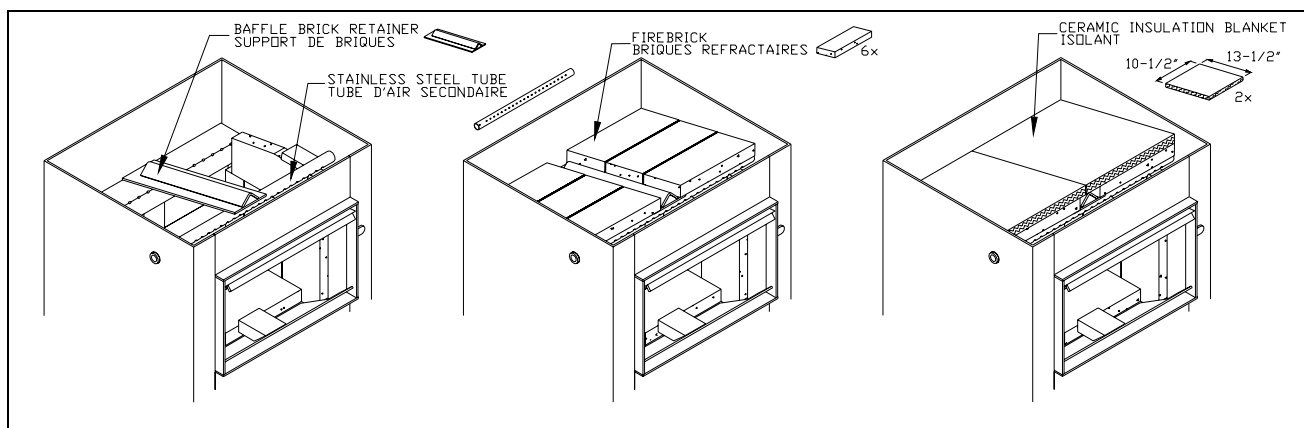

FIGURE 2
1. Mettez le premier morceau d'isolant en céramique à l'intérieur de la chambre de combustion et placez un de ses côtés sur le support de briques du coupe-feu de façon à ce que la longueur de 338 mm (13.5") aille de l'arrière à l'avant du poêle et que la largeur de 267 mm (10.5") aille d'un côté du poêle au milieu du poêle tel qu'illustré par la figure 2. La couverture en céramique devrait recouvrir le tube d'air secondaire, un des côtés du support de briques et le côté des briques réfractaires. Le deuxième morceau d'isolant doit être placé de l'autre côté du support de briques du coupe-feu, par-dessus le tube d'air secondaire et par-dessus les briques réfractaires, juste à côté du premier morceau d'isolant en céramique, sans qu'il n'y ait chevauchement, tel qu'illustré par la figure 2.